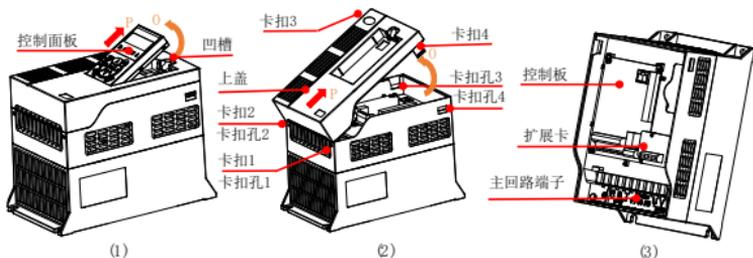

图 3-2a 3 相 400V 2.2~15kW(PB)
- 有两种塑料壳机型,具体见图 3-2a/b。
- 拆卸或安装按键板:手指进入图 3-2a (1) 所示凹槽按压卡扣,沿 O 方向旋转,然后沿 P 方向取出;反向操作为安装按键板。这个拆装过程可用于所有机型。
- 塑料外壳机型的配线准备图(3-3a):图 3-2a (2), 首先按压卡扣 3/4,脱出后沿 O 方向旋转,沿 P 方向取下上盖。反向操作装回。